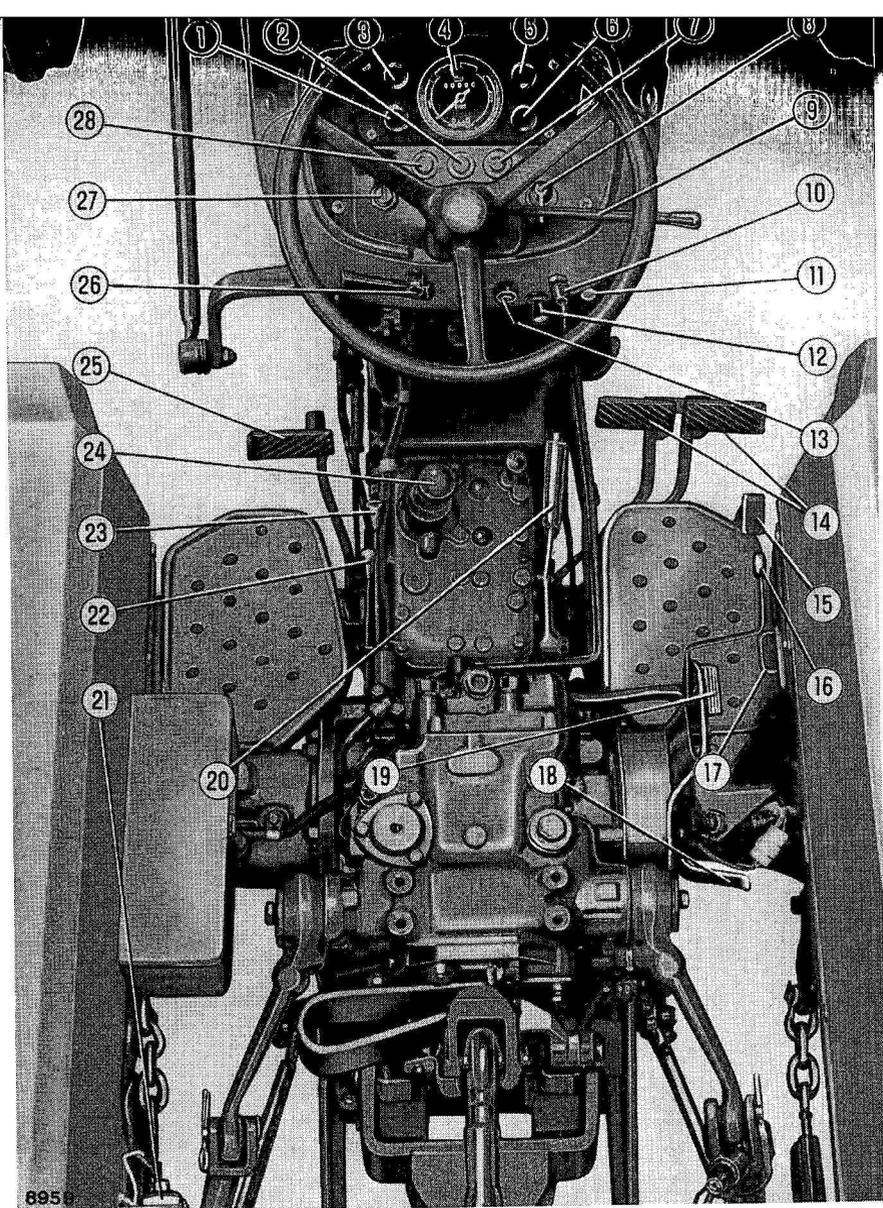
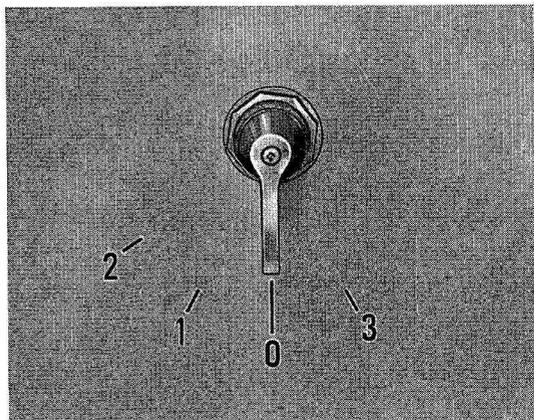

Fig. 4. - Apparecchi e comandi.
Fig. 6. - Commutatore d'avviamento motore e comando thermostat.
6. Spingete a fondo il pomello **11** (fig. 4) e contemporaneamente ruotate la levetta del commutatore d'avviamento fin contro l'arresto **3** (fig. 6). Come il motore si avvia, abbandonate sia il pomello che la levetta.
- Inserite il thermostart ruotando la levetta del commutatore d'avviamento fin contro l'arresto **1**, fig. 6; mantenete la levetta **ben ferma** in questa posizione per **10-15 secondi** e ruotatela ulteriormente fin contro l'arresto **2**. A motore avviato abbandonate la levetta.
Tirate a fondo il pomello 11, fig. 4. A motore fermo ruotate la chiave del commutatore dell'impianto elettrico (fig. 5) nella posizione 0 oppure nella posizione 5 se necessita l'uso delle luci.